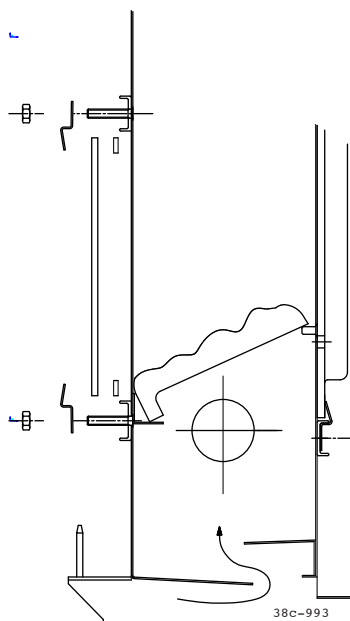

fig. 3
- Die Glühkohlen gleichmässig verteilen auf die Gerippe im Brennkammer (fig. 3).
Montieren des thermostatfühler (fig. 3)